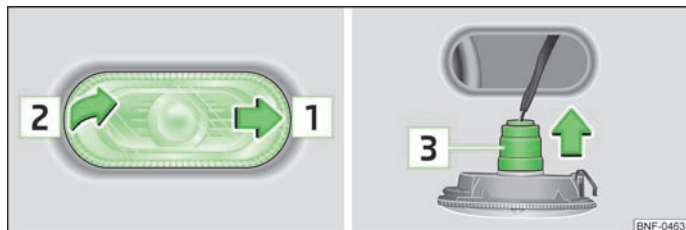

Abb. 121 Rechte Seite: Glühlampe der Blinkleuchte wechseln
- » Die Seitenblinkleuchte in Pfeilrichtung » Abb. 121 schieben.